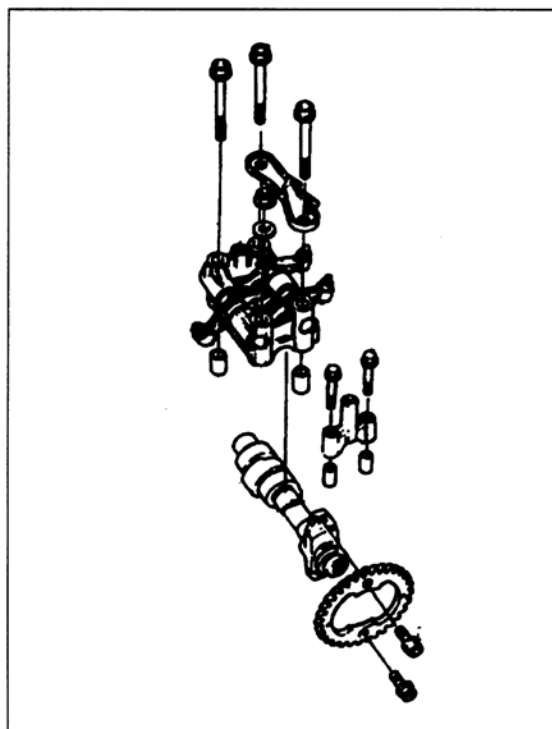

Bild 97
- Mutter und Schrauben des Pleuellagerbocks ausdrehen und Pleuellagerbock samt Ölleitblech entfernen (Bild 97). Auf Verbleib